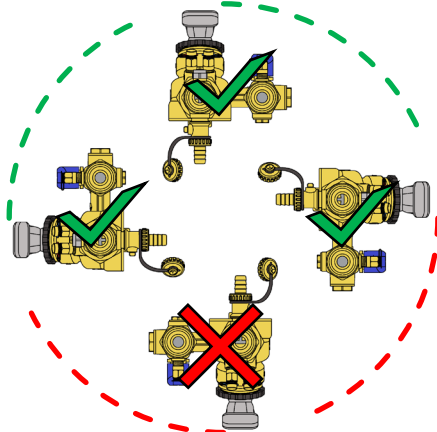

Fig.1
- ⚠ Vanne EVO **PICV** 93 PICV: pour des raisons de sécurité électrique, si la vanne est équipée d'un actionneur, elle ne peut être installée que dans une position entre verticale et horizontale. L'installation dans une position à l'envers doit être évitée (**Fig.1**);